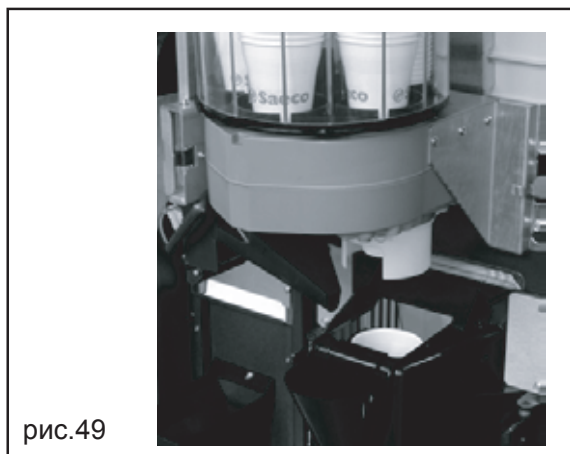

рис.47
- диспенсеров и его составных частей, смесителей и его составных частей, вертушек смесителей (рис. 47).